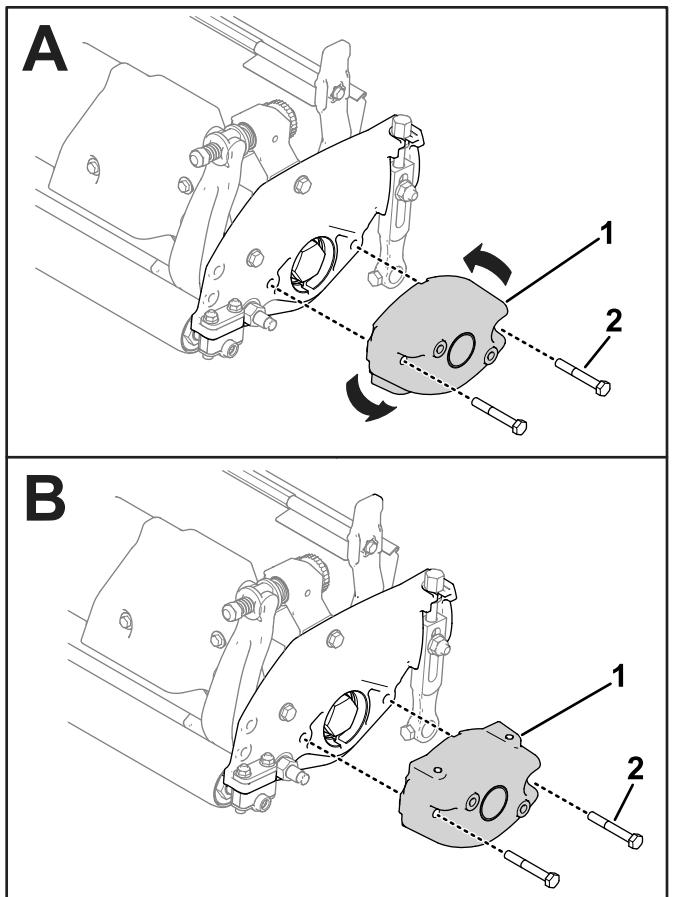

Figure 59
1. Déposez le contrepoids existant de l'unité de coupe et posez le contrepoids de sorte que les trous filetés soient dirigés vers le haut (Figure 59).